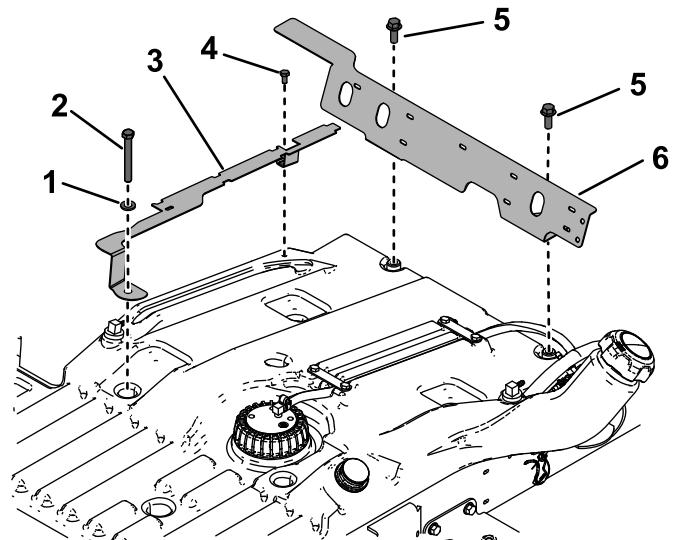

Figure 5
- Fixez légèrement l'écran pare-chaleur à l'aide de 2 boulons (3/8 x 1 po) retirés précédemment (Figure 5).
1. Retirez les 2 boulons de l'écran pare-chaleur, et le boulon et la rondelle avant du support du conduit de carburant (Figure 5).
2. Serrez le boulon arrière ($\frac{1}{4} \times \frac{1}{2}$ po) sur le support du conduit de carburant (Figure 5) à un couple de 10,17 à 12,43 N·m (90 à 110 po-lb).